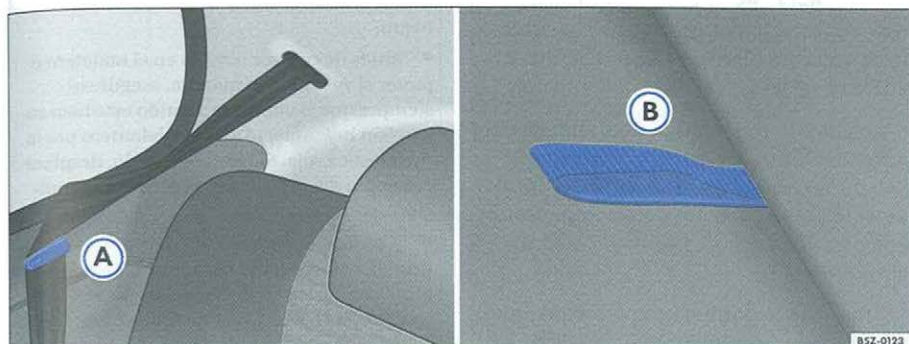

Fig. 78 Posicionador del cinturón de seguridad para abatir el asiento/tirador de desbloqueo del respaldo
- Encastre las cintas de los cinturones de seguridad en sus respectivos posicionadores ⇒ fig. 78 (A).
- Tire del tirador rojo ⇒ página 97, fig. 78